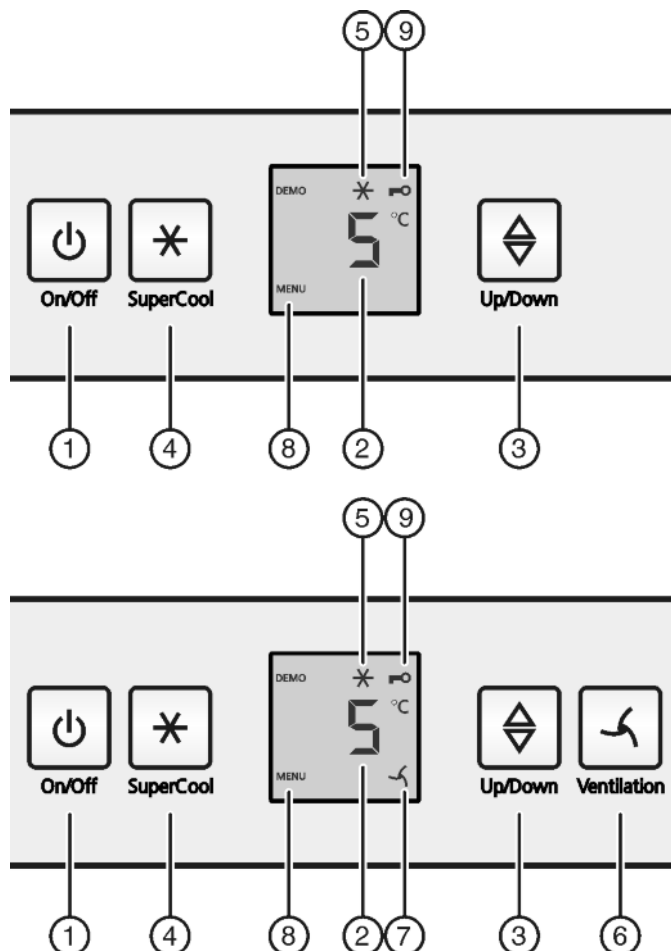

Fig. 2
- ▶ Taste On/Off Fig. 2 (1) drücken.
- ▶ Taste SuperCool *Fig. 2 (4)* ca. 5 Sekunden drücken.
- ▷ In der Anzeige wird das Symbol Menu *Fig. 2 (8)* angezeigt.
- ▶ Mit der Taste SuperCool *Fig. 2 (4)* kurz bestätigen.
- ▷ Das Symbol Kindersicherung *Fig. 2 (9)* leuchtet in der Anzeige.
- ▶ Die Taste On/Off *Fig. 2 (1)* kurz drücken.
- ▶ Temperaturfunktion aufrufen: Die Einstelltaste *Fig. 2 (3)* drücken.
- ▶ Temperatur in 1 °C -Schritten ändern: Einstelltaste *Fig. 2 (3)* so oft drücken, bis die gewünschte Temperatur in der Temperaturanzeige leuchtet.
- ▶ Taste SuperCool *Fig. 2 (4)* kurz drücken.
- ▷ Das Symbol SuperCool *Fig. 2 (5)* leuchtet in der Anzeige.
- ▷ Das Symbol SuperCool *Fig. 2 (5)* erlischt in der Anzeige.
- ▶ Taste Ventilation *Fig. 2 (6)* kurz drücken.
- ▷ Das Symbol Ventilation *Fig. 2 (7)* leuchtet.
- ▷ Das Symbol Ventilation *Fig. 2 (7)* erlischt.